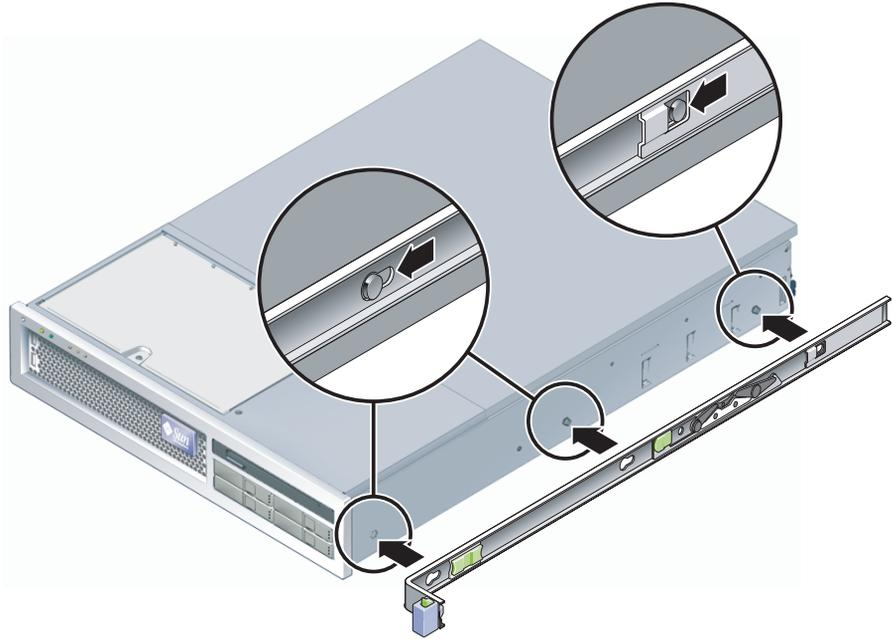

ABBILDUNG 3-26 Anbringen eines Montagebügels am Gehäuse
- a. Setzen Sie den Montagebügel so am Servergehäuse an (ABBILDUNG 3-26), dass sich die Schienensperre vorne befindet und die drei Schlitzte im Montagebügel mit den drei Ausrichtungsstiften an der Gehäusesseite übereinstimmen.
- c. Alle drei Ausrichtungsstifte müssen fest in den Schlitzte sitzen und der hintere Ausrichtungsstift muss, wie rechts in ABBILDUNG 3-26 gezeigt, die Bügelsperre ausgelöst haben.